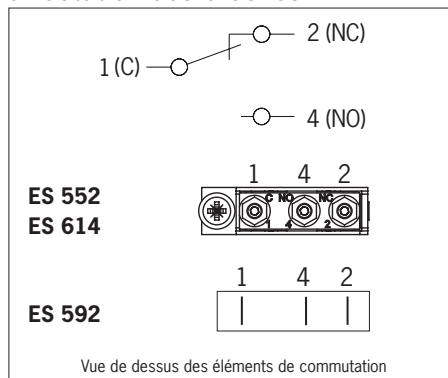

Fig. 1 : Éléments de commutation et affectation des broches
- Affectation des broches, voir Fig. 1